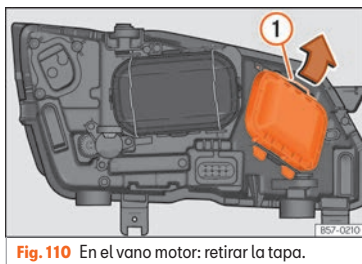

Fig. 110 En el vano motor: retirar la tapa.
2. Desplace el tirante »» fig. 110 ① en el sentido de la flecha y saque la tapa.